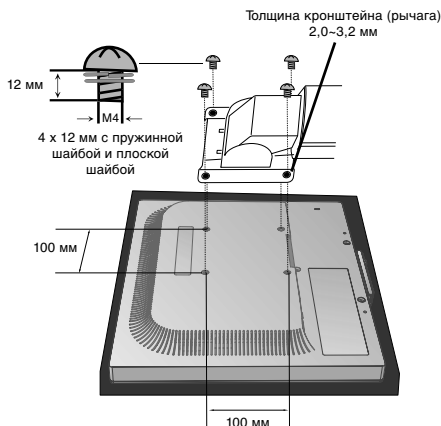

Рисунок F.1
2. Прикрепите кронштейн к монитору с помощью 4 винтов (Рисунок F.1).